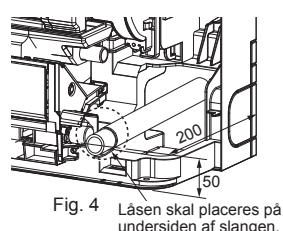

Fig. 4 Låsen skal placeres på undersiden af slangen.
- Når afløbsrørføringen udføres, skal du sikre dig, at afløbsslangen (1) føres som vist. (Fig. 4)